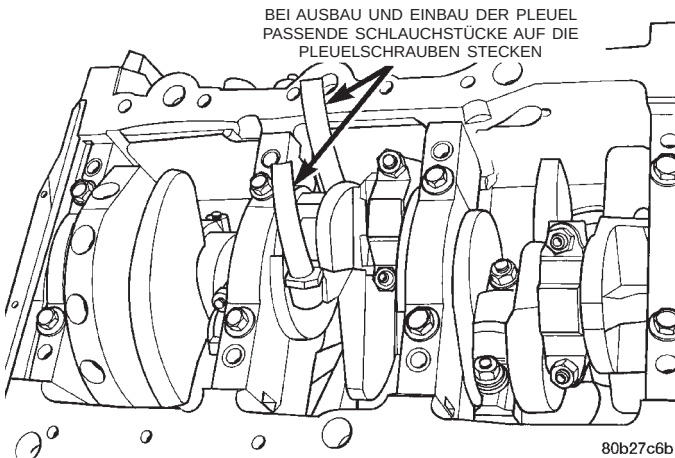

Abb. 93 Oberfläche der Kurbelwellen-Lagerzapfen durch Schlauchstücke auf den Pleuelschrauben schützen
(4) Pleuellagerdeckel abschrauben. Schlauchstücke als Schutz auf die Pleuelschrauben stecken (Abb. 93). Kolben und Pleuel aus der Zylinderbohrung schieben.
(5) Schlauchstücke als Schutz auf die Pleuelschrauben stecken (Abb. 93).
(6) Kurbelwelle so drehen, dass der Pleuellagerzapfen in der Mitte der Zylinderbohrung steht. Pleuel mit Kolben in die Zylinderbohrung einsetzen und Pleuel über den Lagerzapfen führen.